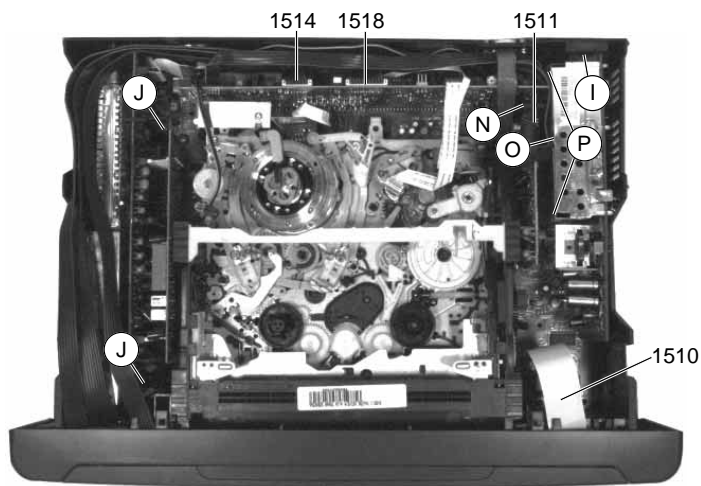
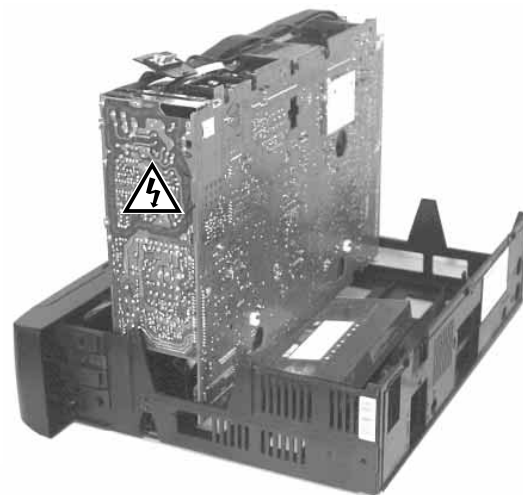

Fig. 7
Fig. 8
- Steckverbindungen 1510, 1511, 1514, 1518 zur Bedieneinheit (PDCGN...) lösen (Fig. 7).
- 2 Schrauben (J) und Schraube (N) herausdrehen (Fig. 7).
- Rastnase (I) (Fig. 7) lösen und Netzteil mit Chassisplatte vorsichtig etwas anheben.
Chassisplatte mit Laufwerk wie in Fig. 8 gezeigt im Gehäuserahmen aufstellen und mit einer handelsüblichen Cassette abstützen. Steckverbindungen 1510, 1511, 1514, 1518 der Bedieneinheit wieder kontaktieren (Fig. 7).
- Disconnect the plug-in connections 1510, 1511, 1514, 1518 to the Keyboard Unit (PDCGN...) (Fig. 7).
- Undo 2 screws (J) and screw (N) (Fig. 7).
- Disengage the locking lug (I) (Fig. 7) and lift the Power Supply Board together with the Family Board carefully by a small amount.
Place the Family Board with Drive Mechanism in vertical position on the cabinet frame as shown in Fig. 8 and support it using a commonly available cassette. Reconnect the plug-in connections 1510, 1511, 1514, 1518 to the Keyboard Unit (Fig. 7).
- Stege \textcircled{O} / \textcircled{P} (Fig. 7) durchtrennen.
Achten Sie nach der Reparatur darauf, daß der Abschirmdeckel des Netzteilbausteins angebracht und der mittlere Steg \textcircled{O} (Fig. 7) verlötet ist!
- S-VHS-Platte herausziehen (Fig. 7).
- Cut the bridges \textcircled{O} / \textcircled{P} (Fig. 7).
On completion of the repairs ensure that the shielding plate is refitted to the Power Supply Unit and that the bridge in the middle \textcircled{O} (Fig. 7) is resoldered!
- Pull out the S-VHS Board (Fig. 7).